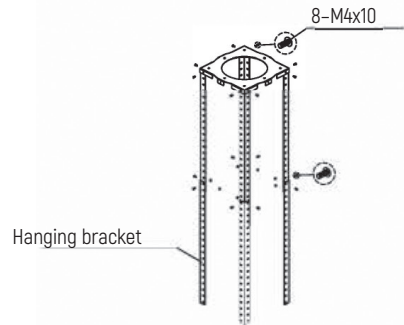

Abb. 2
2. Auf die richtige Höhe einstellen, den Bügel anschließen und an den Aufhängestützen anbringen. Siehe Abbildung 2.